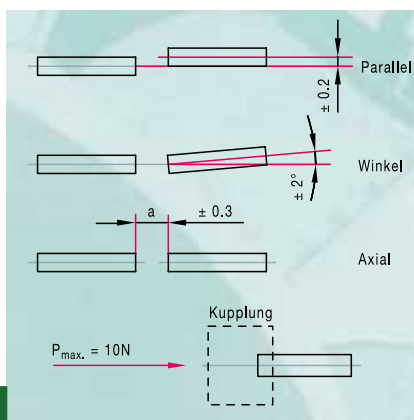

Bild 28: Parallel-, Winkel- und Axialversatz sollten möglichst klein sein.
- **Parallel-, Winkel- und Axialversatz** (Wellenversatz, Kupplungsfehler) sind im Interesse einer hohen Übertragungsgenauigkeit möglichst klein zu halten (↻ Bild 28). In der Version mit isolierter Nabe schützen sie vor **Wellenströmen**.